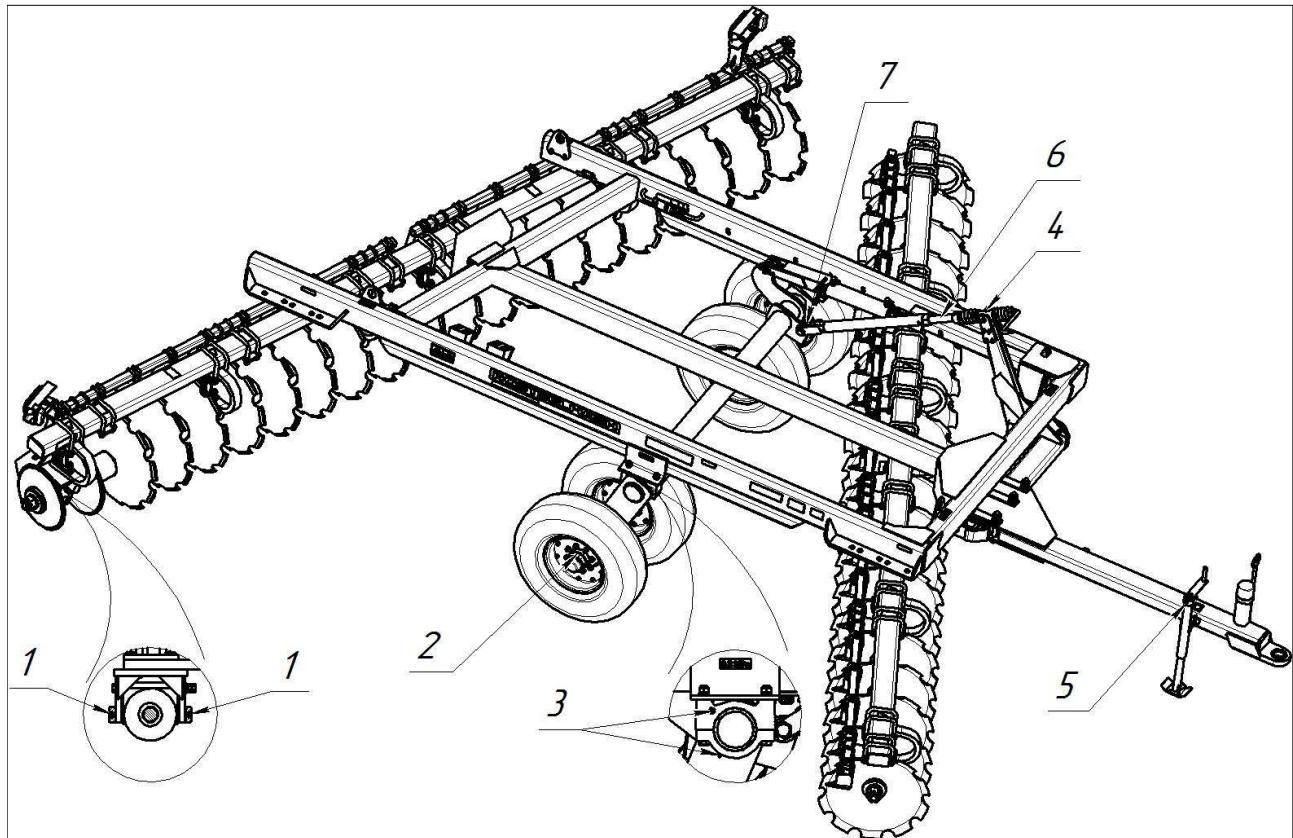

Рисунок 7.1 - Места смазки бороны
7.1.1 Техническое обслуживание при эксплуатационной обкатке: – произвести сборку бороны согласно РЭ; – удалить консервационную смазку; – проверить и, при необходимости, подтянуть резьбовые соединения; – проверить давление воздуха в шинах и, при необходимости, подкачать до номинального (0,3 МПа); – смазать составные части согласно таблице 7.2 и схеме смазки (рисунок 7.1); – проверить гидросистему и при обнаружении течи масла устранить неисправность	Перед началом эксплуатации
7.1.2 Техническое обслуживание по окончанию обкатки: – осмотреть и очистить борону; – проверить гидросистему и при обнаружении течи масла устранить неисправность; – проверить и, при необходимости, подтянуть резьбовые соединения; – при необходимости, смазать составные части бороны, согласно таблице 7.2 и схеме смазки (рисунок 7.1); – обнаруженные неисправности должны быть устранены	По окончании эксплуатационной обкатки
<p>7.1.4 Периодическое техническое обслуживание (далее ТО-1)</p> <ul style="list-style-type: none"> – очистить наружные поверхности бороны; – проверить комплектность бороны, техническое состояние составных частей, отсутствие подтекания масла в гидросистеме, качество затяжки резьбовых соединений, правильность агрегатирования, степень износа рабочих органов; – устранить все неисправности, обнаруженные при осмотре; – произвести необходимые регулировочные работы. Заменить, при необходимости, изношенные детали при достижении предельного износа; – проверить давление воздуха в шинах и, при необходимости, подкачать до номинального (0,3 МПа); – смазать, при необходимости, составные части бороны согласно таблице 7.2 и схеме смазки (рисунок 7.1). 	Через 50, 100, 150 часов основного времени
<p>7.1.5 Техническое обслуживание перед началом сезона работы (ТО-Э):</p> <ul style="list-style-type: none"> – очистить детали и узлы от смазки, снять герметизирующие устройства; – установить составные части и принадлежности; – проверить работу гидросистемы; – проверить и подтянуть резьбовые соединения; – проверить давление воздуха в шинах и, при необходимости, подкачать до номинального (0,3 МПа); – смазать составные части согласно таблице 7.2 и схеме смазки (рисунок 7.1). 	Перед началом сезона работ
<p>7.1.8 Техническое обслуживание при кратковременном хранении</p> <p>При техническом обслуживании при подготовке к кратковременному хранению выполнить следующие операции:</p> <ul style="list-style-type: none"> – установить борону на площадку без снятия сборочных единиц и деталей; – очистить от пыли, грязи и растительных остатков; – металлические, неокрашенные поверхности законсервировать. <p>При техническом обслуживании в период кратковременного хранения проверить правильность установки бороны на площадке и комплектность.</p> <p>При техническом обслуживании в период снятия с кратковременного хранения выполнить следующие операции:</p> <ul style="list-style-type: none"> – расконсервировать детали и узлы от смазки; – проверить работу гидросистемы; – проверить и, при необходимости, подтянуть резьбовые соединения; – при необходимости смазать составные части согласно схеме (рисунок 7.1) и таблице 7.2; – проверить давление воздуха в шинах (0,3 МПа) и, при необходимости, подкачать; – обнаруженные дефекты устранить. <p>Подготовку к кратковременному хранению необходимо произвести непосредственно после окончания работы, а к длительному хранению – не позднее 10 дней с момента окончания работ.</p> <p>Название смазываемых узлов, периодичность смазки, материалы, используемые для смазки бороны, приведены в таблице 7.2. Схема смазки бороны представлена на рисунке 7.1.</p>	Перерыв до 10 дней до 2 месяцев